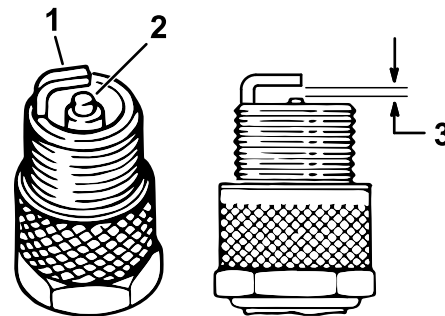

Figura 42
4. Compruebe el estado del electrodo lateral, el electrodo central y el aislamiento del electrodo central para verificar que no están dañados (Figura 42).
5. Ajuste la distancia entre los electrodos central y lateral a 1 mm (0.04"), como se muestra en la Figura 42.